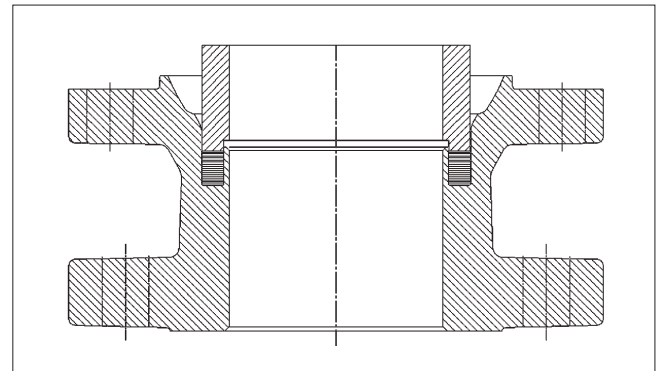

Abb. 20 Komprimierung des J-Sitz
- Setzen Sie die Kugel auf den gesicherten Sitz, so dass die Nut die Wellenöffnung abdeckt. Drücken Sie die Welle (5) von außen in das Ventil. Stellen Sie sicher, dass das Wellenende in die Kugelnut passt.
- Montieren Sie den Sitz (25), die Feder (62), die Sitzabdichtung (75) und den Stützring (76), siehe Abb. 20, und setzen Sie diese Einheit in die Gehäuseabdeckung (2).
- Setzen Sie das Dichtungs-Presswerkzeug oben auf dem Dichtungssatz an, wie in Abb. 20 gezeigt.